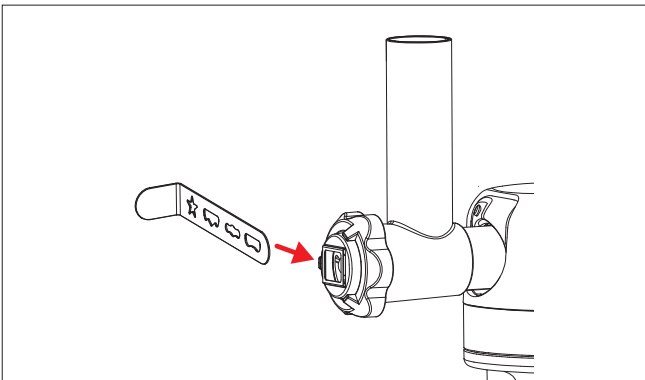

Abb. 22 – Spritzgebäckschablone seitlich einschieben
4. Schieben Sie die Spritzgebäckschablone seitlich in den Halter. Schieben Sie die gewünschte Schablone vor die Befüllöffnung (siehe Abb. 22).